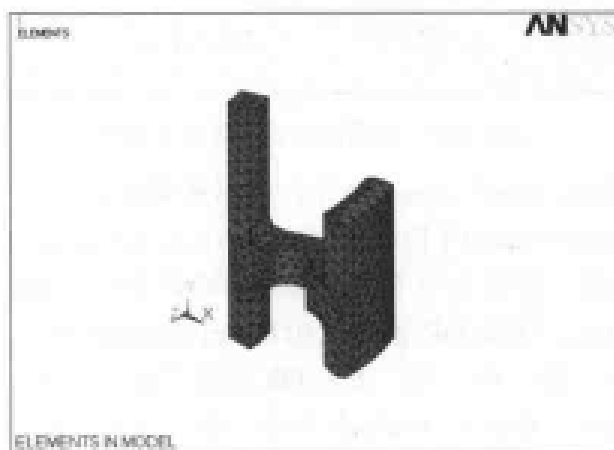

图 10-94 网格划分结果显示
(49) 选择 Utility Menu | File | Change Title 命令, 出现 Change Title 对话框, 在文本框中输入 ELEMENTS IN MODEL, 单击 OK 按钮关闭该对话框。
(50) 选择 Main Menu | Preprocessor | Numbering Ctrl | Compress Numbers 命令, 出现 Compress Numbers 对话框, 在 Label Item to be compressed 下拉列表框中选择 All 选项, 单击 OK 按钮关闭该对话框。
(51) 选择 Utility Menu | Plot | Elements 命令, ANSYS 显示窗口将显示网格划分后的结果, 如图 10-94 所示。